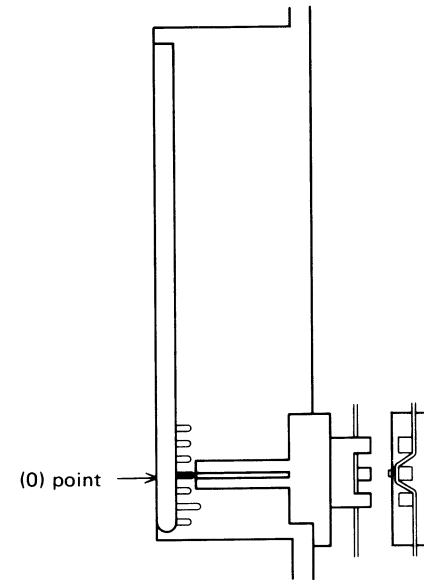

Figure 7-2
- 2) Turn the tuning control shaft fully counterclockwise, and fix it with the pointer aligned with the zero (0) point on the frame. See Figure 7-2.
2. Dann die Abstimmstellerachse bis zum Anschlag entgegen dem Uhrzeigersinn drehen, und den Skalenzeiger auf die (0)-Stellung auf dem Rahmen einstellen. Siehe Abbildung 7-2.
2. Tourner l'arbre de commande d'accord entièrement à gauche et le fixer en alignant l'index sur le point zéro (0) du cadre. Voir la Figure 7-2.